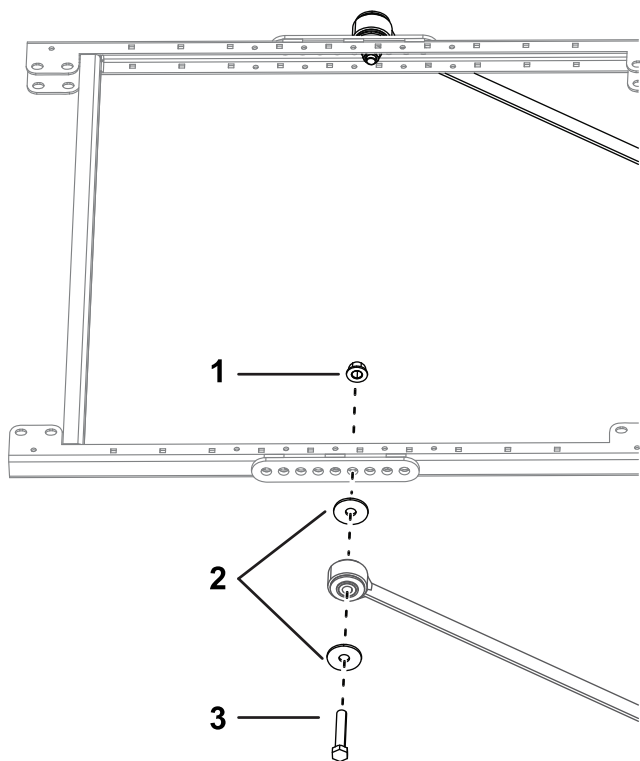

Figura 12
12. Su ciascun lato del telaio del parasole montate, senza serrarla, una biella sul quarto foro del supporto di montaggio dell'ancoraggio con 2 bulloni ($\frac{1}{2}$ " x $2\frac{3}{4}$ "), 2 rondelle grandi e 2 dadi flangiati ($\frac{1}{2}$ "), come illustrato nella Figura 12.